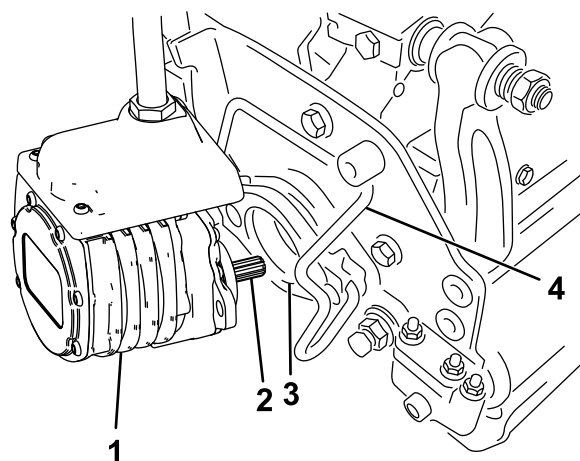

Figura 55
6. Revista o veio estriado do motor da unidade de corte com massa lubrificante limpa (Figura 55).
7. Insira o motor no lado esquerdo da unidade de corte (visto da posição do operador) e empurre a barra de retenção do motor na unidade de corte na direcção do motor até ouvir um “clique” de ambos os lados do motor (Figura 55).